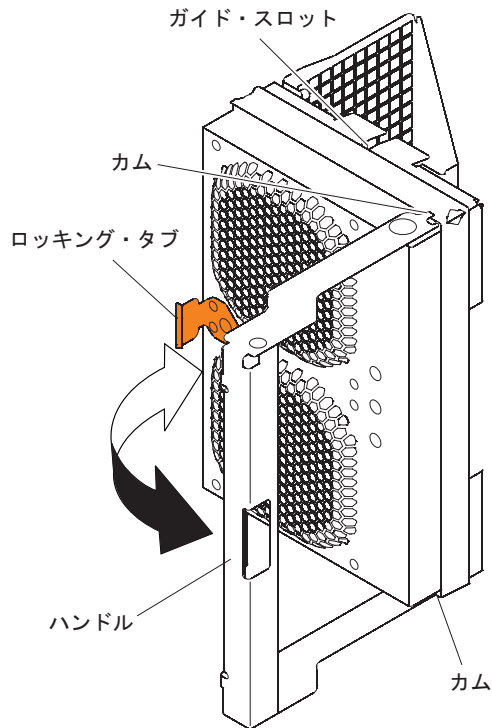

図 53. ファン・アセンブリーの取り外し
- ストレージ拡張エンクロージャーの背面で、ファン・アセンブリー・ハンドルを所定の位置に保持しているロッキング・タブを押して、ファン・アセンブリー・ハンドルを手前に引き、ファン・アセンブリーを取り外します (128 ページの図 53 を参照)。